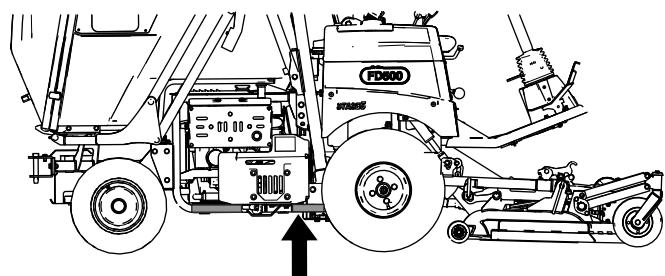
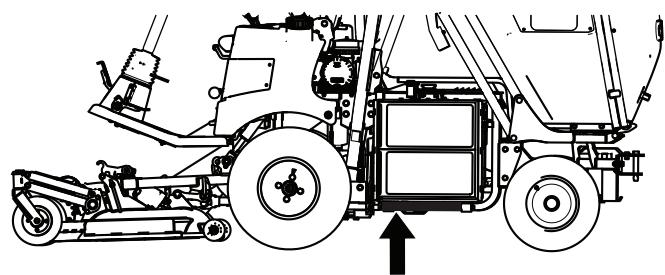

Figura 33
Figura 34
2. Coloque um apoio sob o tubo da estrutura (Figura 33 e Figura 34), diretamente sob o tubo do ROPS ou o mais perto possível.